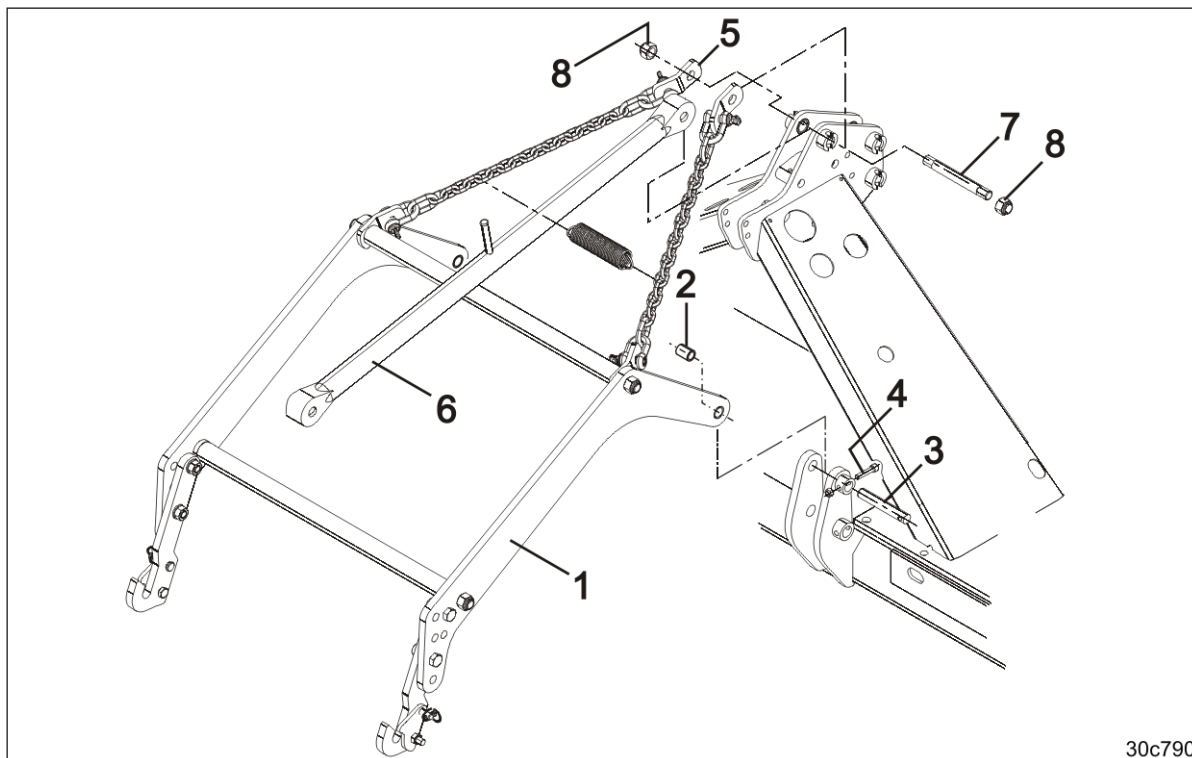

図 85
1. 連結用サポートアーム（図 85/1）をクレーンにかけます。
2. 連結サポートアームは 2 個のスペーサースリーブ（図 85/2）を用い、整地機械において 2 本のピン（図 85/3）を差し込んでください。
3. ピンをねじ（図 85/4）とナットで固定します。
4. チェーン（図 85/5）とアッパーアーム（図 85/6）に、整地機械においてピン（図 85/7）を差し込んでください。
5. ピンを 2 個の固定ナット（図 85/8）で固定します。